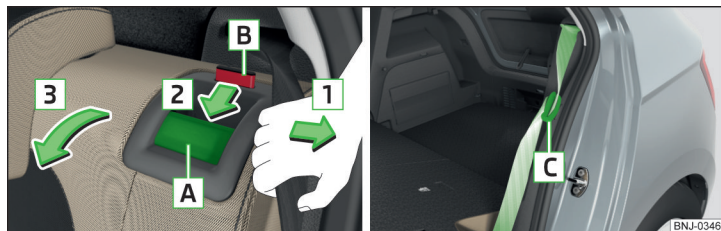

Fig. 71 Ribaltamento in avanti dello schienale / predisposizione della cintura di sicurezza
- Tirare la cintura di sicurezza esterna verso il rivestimento laterale in direzione della freccia » fig. 71.
La linguetta di chiusura della cintura di sicurezza esterna può essere innestata nel rivestimento laterale - predisposizione » fig. 71.